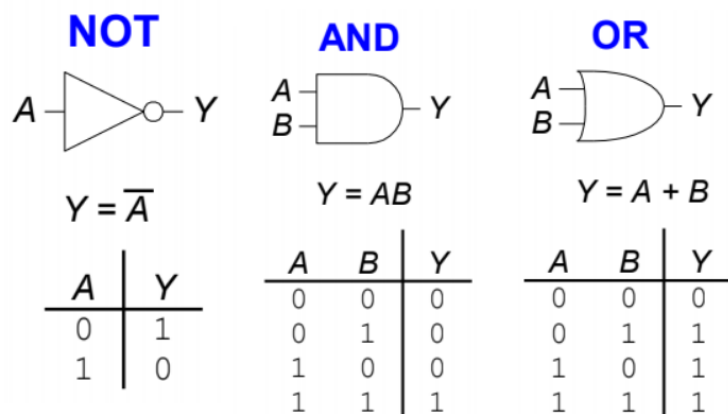

Рис.0.8 - Умовні графічні позначення вентилів І (AND), АБО (OR), НІ (NOT)
Умовні графічні позначення і таблиці істинності логічних елементів І (AND), АБО (OR), НІ (NOT) зображені на рис.0.8.